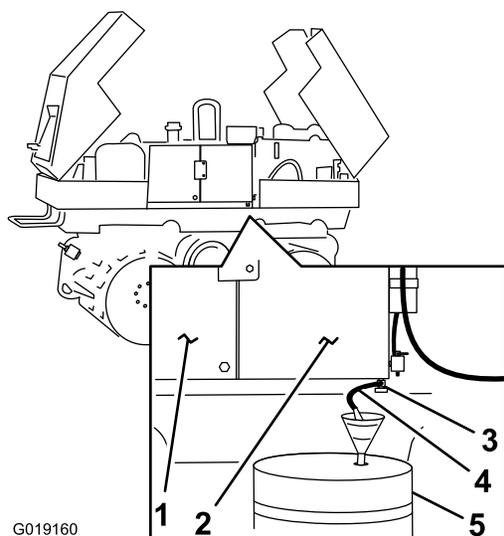

Figure 67
4. Placez un bidon de récupération de 11,5 litres (3 gallons américains) sous le robinet de vidange dans le coin inférieur droit du réservoir de carburant (Figure 67).
5. Poussez un flexible résistant aux carburants de 6 mm (1/4 po) de diamètre intérieur sur le raccord du robinet de vidange (Figure 67).
6. Placez l'extrémité du flexible dans le bidon de récupération de carburant usagé (Figure 67).
8. Refermez le robinet de vidange et débranchez le flexible que vous avez raccordé au robinet à l'opération 5 (Figure 67).